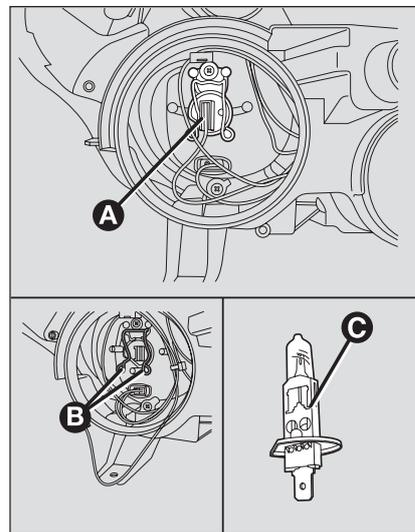

fig. 20
LUCI ABBAGLIANTI fig. 20
- scollegare il connettore elettrico **A**-fig. 20;